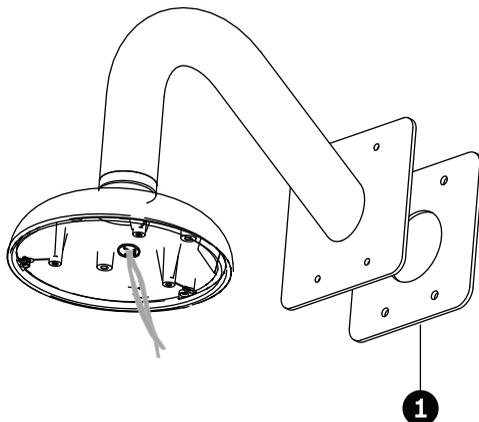

Bild 5.6 Befestigung des Arms mit Flachdichtung
- b. Befestigen Sie den Haltering mit Dichtung (Element 2 oben) mit den drei (3) M3 x 6-Flachkopf-Kreuzschlitzschrauben an der Montagekappe. Stellen Sie sicher, dass die Seite des Halterings mit den versenkten Schraublöchern in Ihre Richtung weist.
7. Führen Sie die Kabel durch das Loch in der Oberfläche, dann durch die Flachdichtung für die Wandhalterung (Element 1, *Bild 5.6*) und anschließend durch den Arm.